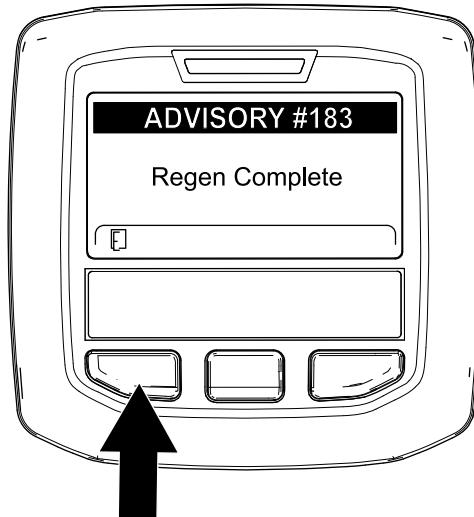

Рисунок 96
9. Когда компьютер двигателя завершает процесс стационарной или восстановительной регенерации, на дисплее инфо-центра появляется ИНФОРМАЦИОННОЕ СООБЩЕНИЕ № 183 (Рисунок 96). Для перехода на главный экран нажмите левую кнопку.
Примечание: Если регенерацию не удалось завершить, на дисплее инфо-центра появляется информационное сообщение № 184 (Рисунок 96). Для перехода на главный экран нажмите левую кнопку.